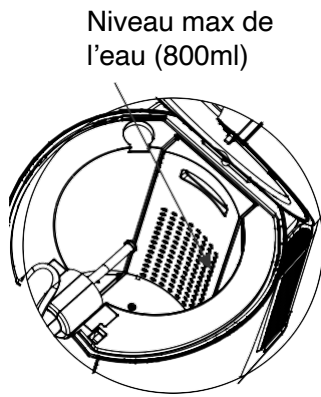

Figure 5
5. Versez 800ml d'eau dans le réservoir de réfrigération jusqu'au repère maximum (Voir figure 5) (la tireuse à bière peut fonctionner sans eau mais le résultat est moins bon).